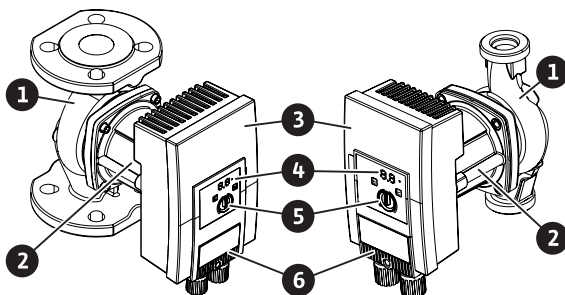

Fig. 1: Oversikt pumpe
På motorhuset befinner det seg en reguleringsmodul (Fig. 1, pos. 3) som regulerer pumpen og tilgjengeliggjør et SSM-grensesnitt. Avhengig av valgt applikasjon eller reguleringsfunksjon reguleres turtall eller differansetrykk. Ved alle differansetrykk-reguleringsfunksjoner tilpasser pumpen seg permanent etter det skiftende effektbehovet i anlegget.